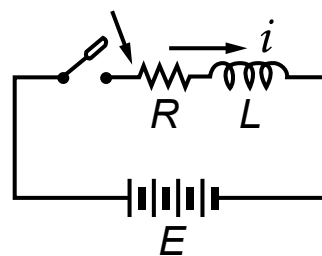

Figura 3. Circuito R-L serie
Para llegar a comprender el origen y el mecanismo de la evolución de estos valores con el tiempo de la corriente eléctrica continua, se hace necesario analizar un circuito eléctrico formado por una resistencia y una inductancia conectadas en serie, comúnmente denominado “circuito tipo R-L”, alimentado con una tensión continua, como nos muestra la figura 3. En ella podemos ver en forma esquemática la fuente de tensión (E), una resistencia que representa a toda la del circuito (R), de la misma manera, una autoinducción (con su correspondiente coeficiente de autoinducción L) y un interruptor, todos unidos por los cables. Así, se ha formado un circuito eléctrico R-L serie.